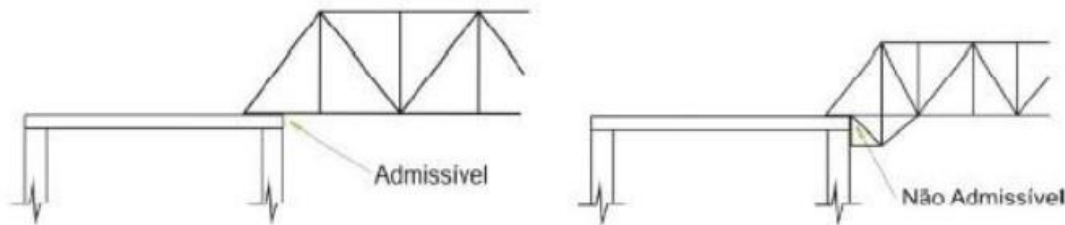

Figura 4: Especificação das medidas e localização da carga aplicada
- Os apoios da ponte deverão ser construídos de acordo com a figura 4, de modo que não haja restrições horizontais no apoio e nem engastes.